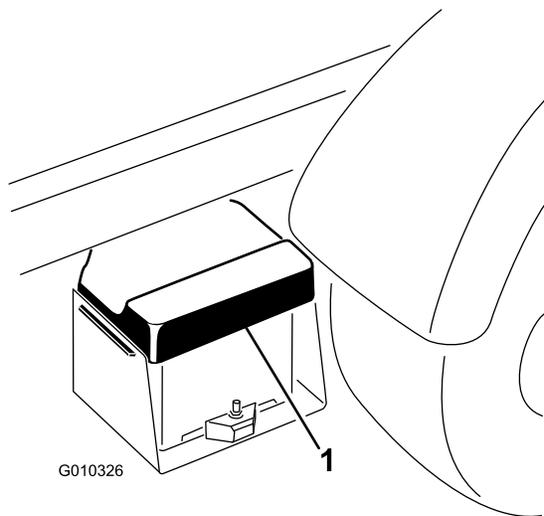

Figure 61
1. Appuyez sur le couvercle de la batterie pour dégager les pattes de la base de la batterie, et déposez le couvercle de la base (Figure 61).